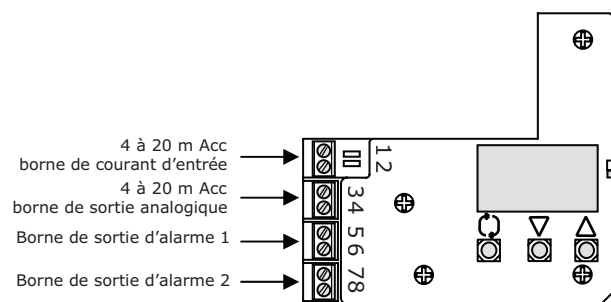

Fig. 8
- (1) Enlevez le couvercle du corps du positionneur.
- (2) Raccordez le câblage du courant d'entrée à partir de l'appareil de mesure de réglage (contrôleur) et chaque câble de sortie suivant la Fig. 8.